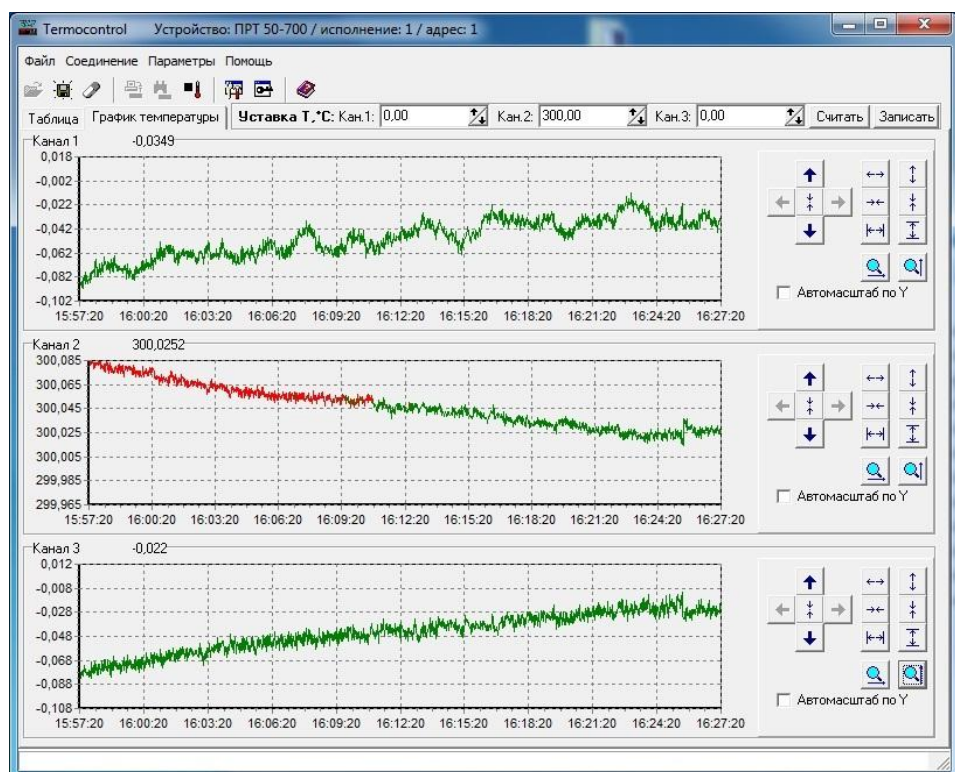

Рисунок 11 – Графический режим работы программы "Термоcontrol"
2.5.6.2.5 После включения графического режима работы программы на экране появятся график температуры и кнопки изменения масштаба по осям графика (см. рисунок 11).